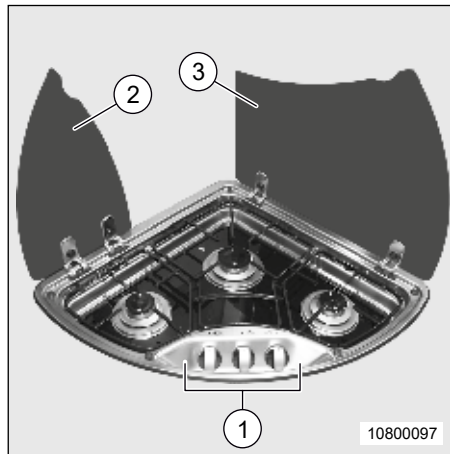

Fig. 91 Réchaud à gaz
1. Ouvrir les deux recouvrements du réchaud à gaz (Fig. 91, pos. 2, 3).
3. Mettre le bouton de réglage (Fig. 91, pos. 1) sur « grande flamme », l'enfoncer et le maintenir enfoncé.
5. Maintenir le bouton de réglage (Fig. 91, pos. 1) encore appuyé pendant env. 10 sec., jusqu'à ce que la soupape de la veilleuse de sécurité maintienne l'alimentation en gaz ouverte.
6. Régler le bouton de réglage (Fig. 91, pos. 1) sur la position de brûleur souhaitée.
1. Tourner le bouton de réglage (Fig. 91, pos. 1) sur « 0 ». La flamme s'éteint.